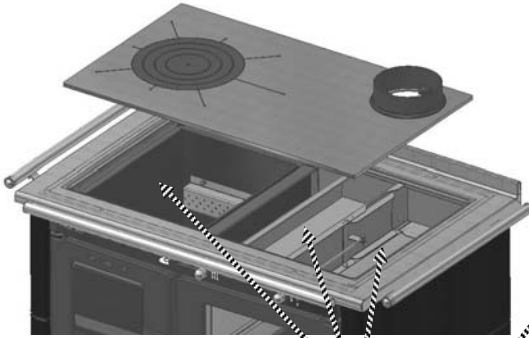

Fig. 8
Nettoyage partie supérieur (Fig.8)
- Quitter la plaque radiante en la soulevant vers l’haut (Fig. 8), maintenant on a libre accès à tous la partie du fumées qui doit se nettoyer en quittant les résidus de combustion avec ses propres outils. (tisonnier ,brosse, palette, ...)